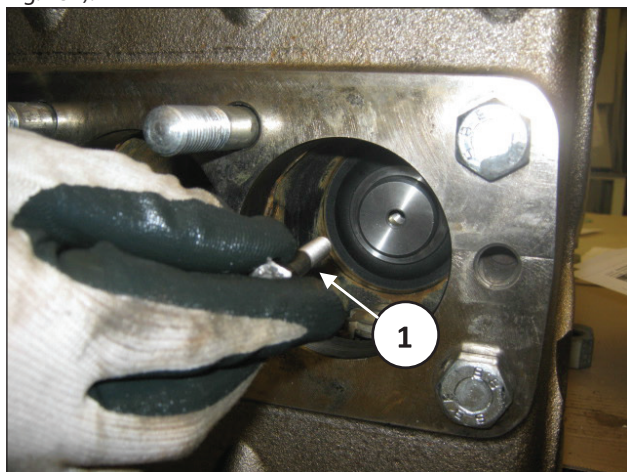

Fig. 130
Desserrer la vis M8 qui retient le groupe piston et la dégager avec la douille de fixation du joint (rep. ①, Fig. 130).